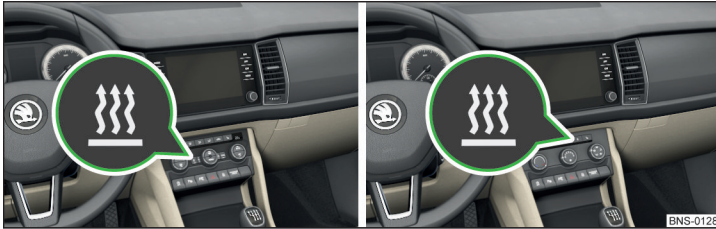

Abb. 171 Taste für das Ein-/Ausschalten (Climatronic / manuelle Klimaanlage)
- ▶ Mit der Taste  auf dem Bedienteil der Klimaanlage » Abb. 171.
Bei aktiviertem automatischem Einschalten leuchtet nach dem Ausschalten der Zündung für 10 Sekunden die Kontrollleuchte in der Taste  auf » Abb. 171.